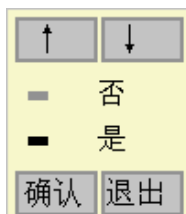

图 5.7 是否测试主频
10. 测试主频：用户可以选择是否进行主频测试，其选择界面如图 5.7 所示。